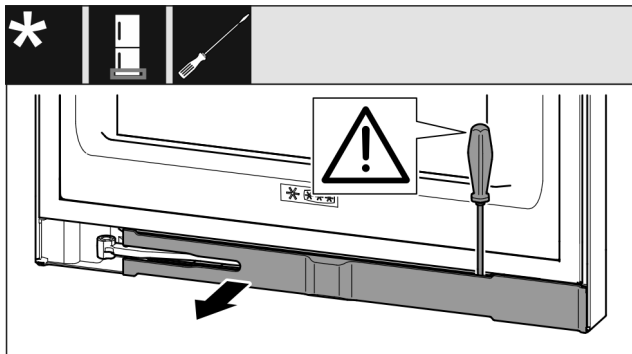

Fig. 13
- Løsne panelet med en sporskrutrekker, og sving det til side Fig. 13 ().